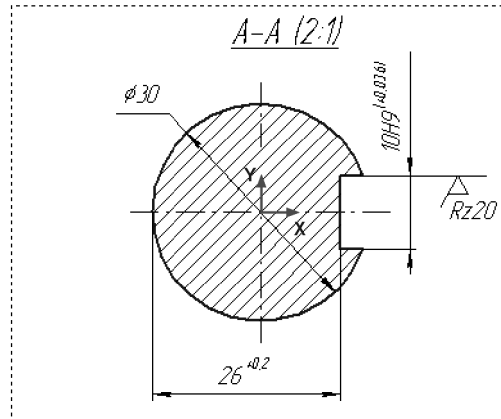

Рис. 16.21. Выделение объектов
2. Выделите все объекты вида (рис. 16.21). Используйте кнопку вызова команды **Выделить рамкой** на панели **Выделение**.